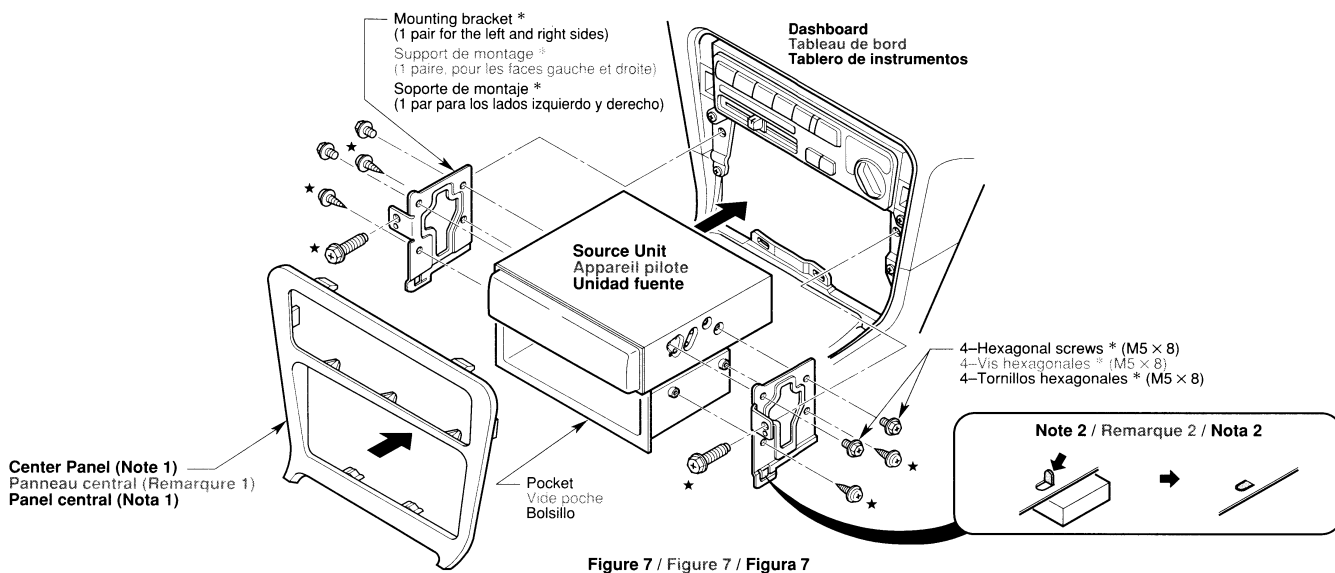

Figure 7 / Figure 7 / Figura 7
This unit is designed for fixed installation in the dashboard. If the vehicle is equipped with a factory-installed radio, install the source unit with the parts and screws marked (★) (Figure 7). If the vehicle is not equipped with a factory-installed radio, obtain an installation kit to install the source unit in the following procedure.
Cet appareil est conçu pour une installation fixe dans le tableau de bord. Si le véhicule est équipé d'un auto-radio installé à l'usine, installer l'appareil pilote avec les pièces et les écrous marqués de (★) (Figure 7). Si le véhicule n'est pas équipé d'un auto-radio installé à l'usine se procurer un kit d'installation pour installer l'appareil pilote avec la procédure suivante.
2. Secure the mounting brackets to the chassis as shown in Figure 7. Holes are pre-tapped for TOYOTA and NISSAN vehicles; modification, such as drilling new holes, of the mounting brackets may be required for other models.
2. Fixer le support de montage sur le châssis comme montré sur la Figure 7. Les trous sont pré-découpés pour les véhicules TOYOTA et NISSAN; des modifications du support de montage, comme le perçage de nouveaux trous, peuvent être nécessaire pour les autres modèles.